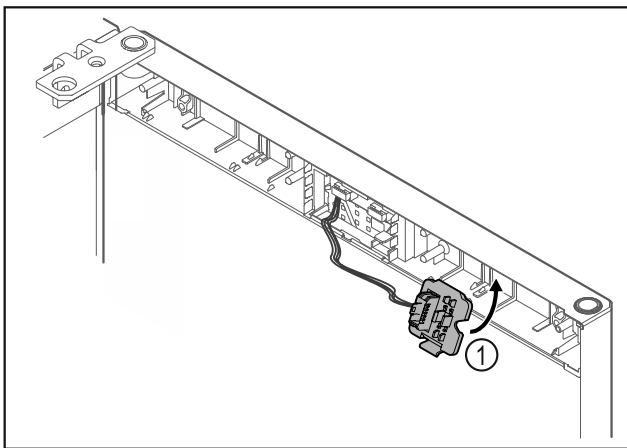

Fig. 14
- ▶ Stekkerhouder Fig. 14 (1) op de tegenoverliggende zijde vastklikken.*